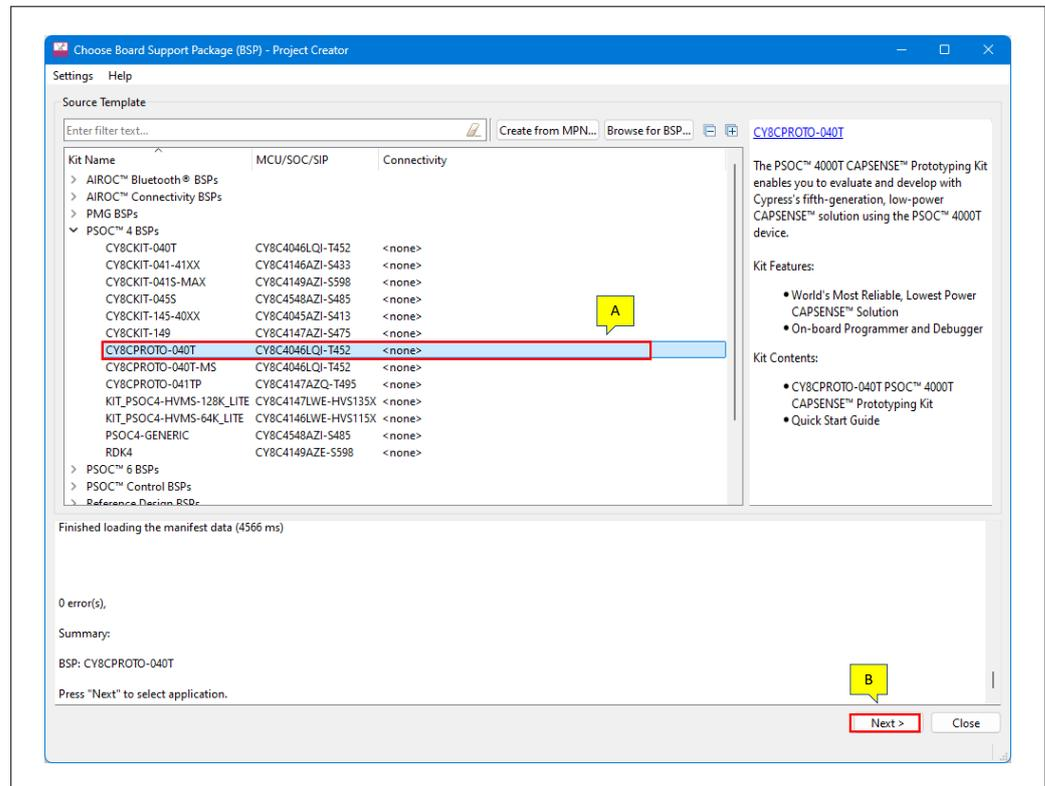

図 14 ターゲットハードウェアの選択
- a. **Choose Board Support Package (BSP)** ダイアログで、使用する **Kit Name** を選択してください。以下の手順では **CY8CPROTO-040T** の使用を想定しています。この手順については 図 14 を参照してください。